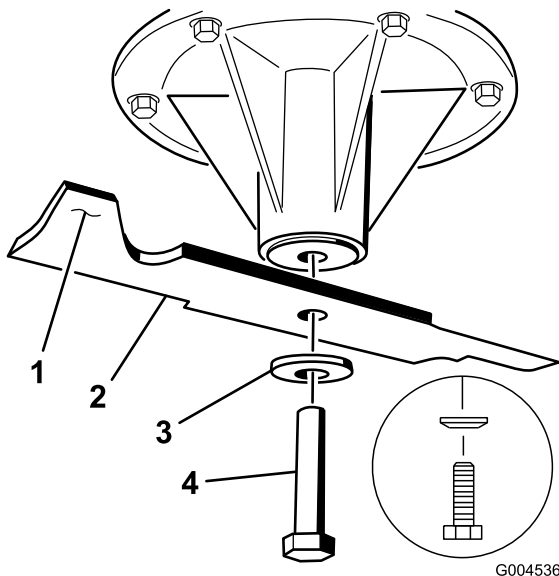

図 82
- スピンドルシャフトにブレードを取り付ける (図 82)。
- スプリングディスクとブレードボルトを取り付ける (図 82)。
注 スプリングディスクは、円錐部をボルトの頭に向けて取り付ける (図 82)。